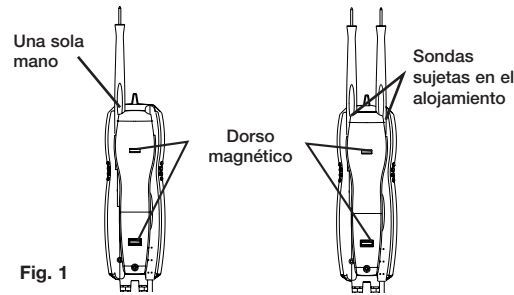

Fig. 1
- Este medidor está diseñado con porta sondas e imanes que permiten una máxima versatilidad y prueba manual simple. Para configuraciones corrientes consulte el dibujo de la Fig. 1.